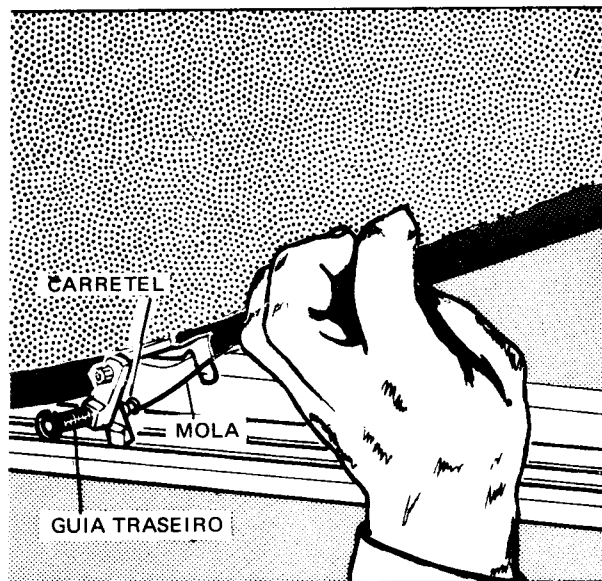

Fig. 8
- 4 – Levantar levemente o painel e soltar a mola do carretel deslizando no conjunto do guia traseiro (Fig. 8).